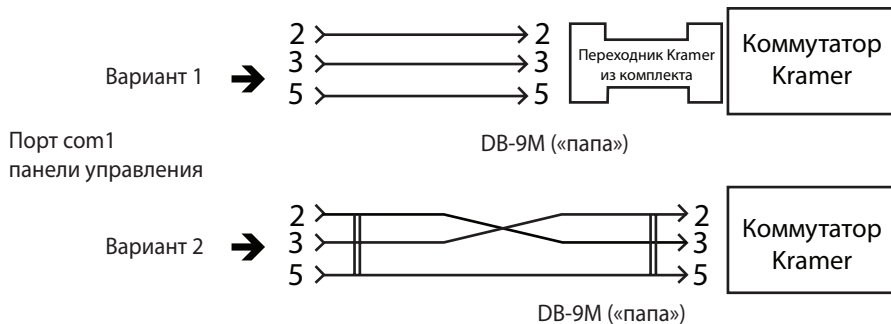

Рис. 5. Подключение к панели коммутатора Kramer Electronics по RS-232
Управление производится по интерфейсу RS-232, используется порт com1 панели. Схема включения показана на рис. 5.
► **Примечание:** приведена распылка для типового персонального компьютера с разъемом DB-9M. Другие компьютеры или контроллеры могут иметь иные распылки, см. документацию на них. Для панелей типа BLX также возможно соединение по интерфейсам RS-422/RS-485, которое осуществляется аналогично показанным на рис. 5, 6 (с учетом распылки разъема соответствующего контроллера/компьютера).